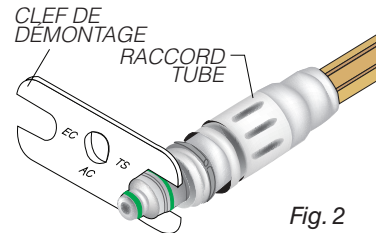

Fig. 2
4. Utilisez la clef StarDental, pièce n° 203048, pour serrer le pivot et le raccord du tube. Assurez-vous de bien faire tourner le raccord du tube, et pas le pivot. NE SERREZ PAS TROP FORT. (Fig. 2)